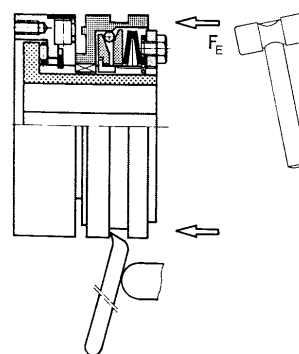

Bild 2
Im Gegensatz zu der EAS®-Synchron-Freischaltkupplung kann die Wiedereinrastung an jeder beliebigen Stelle erfolgen. Eventuell ist ein geringfügiges Verdrehen zwischen Schaltteil (3) und Druckflansch (2) erforderlich. Die EAS®-Kupplung wird einfach durch axialen Druck auf das Schaltteil (3) wiedereingerastet (Bild 2).
- ☐ Manuell z. B. mit einem Kunststoffhammer oder mit Montagehebeln (Bild 2).